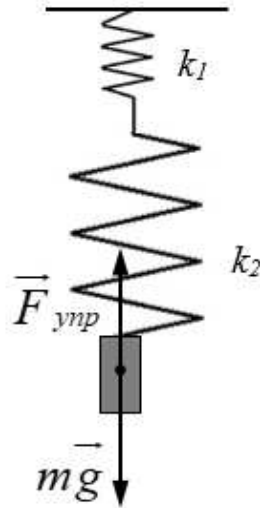

Рис. 3. Груз на двух последовательно соединенных пружинах
Соотношения (2) - (3) можно проверить экспериментально, исследовав зависимость удлинения пружины  $\Delta l$  от величины приложенной силы (рис. 3). Зная угловой коэффициент зависимости  $F(\Delta l)$ , можно определить жёсткость пружины  $k$ .